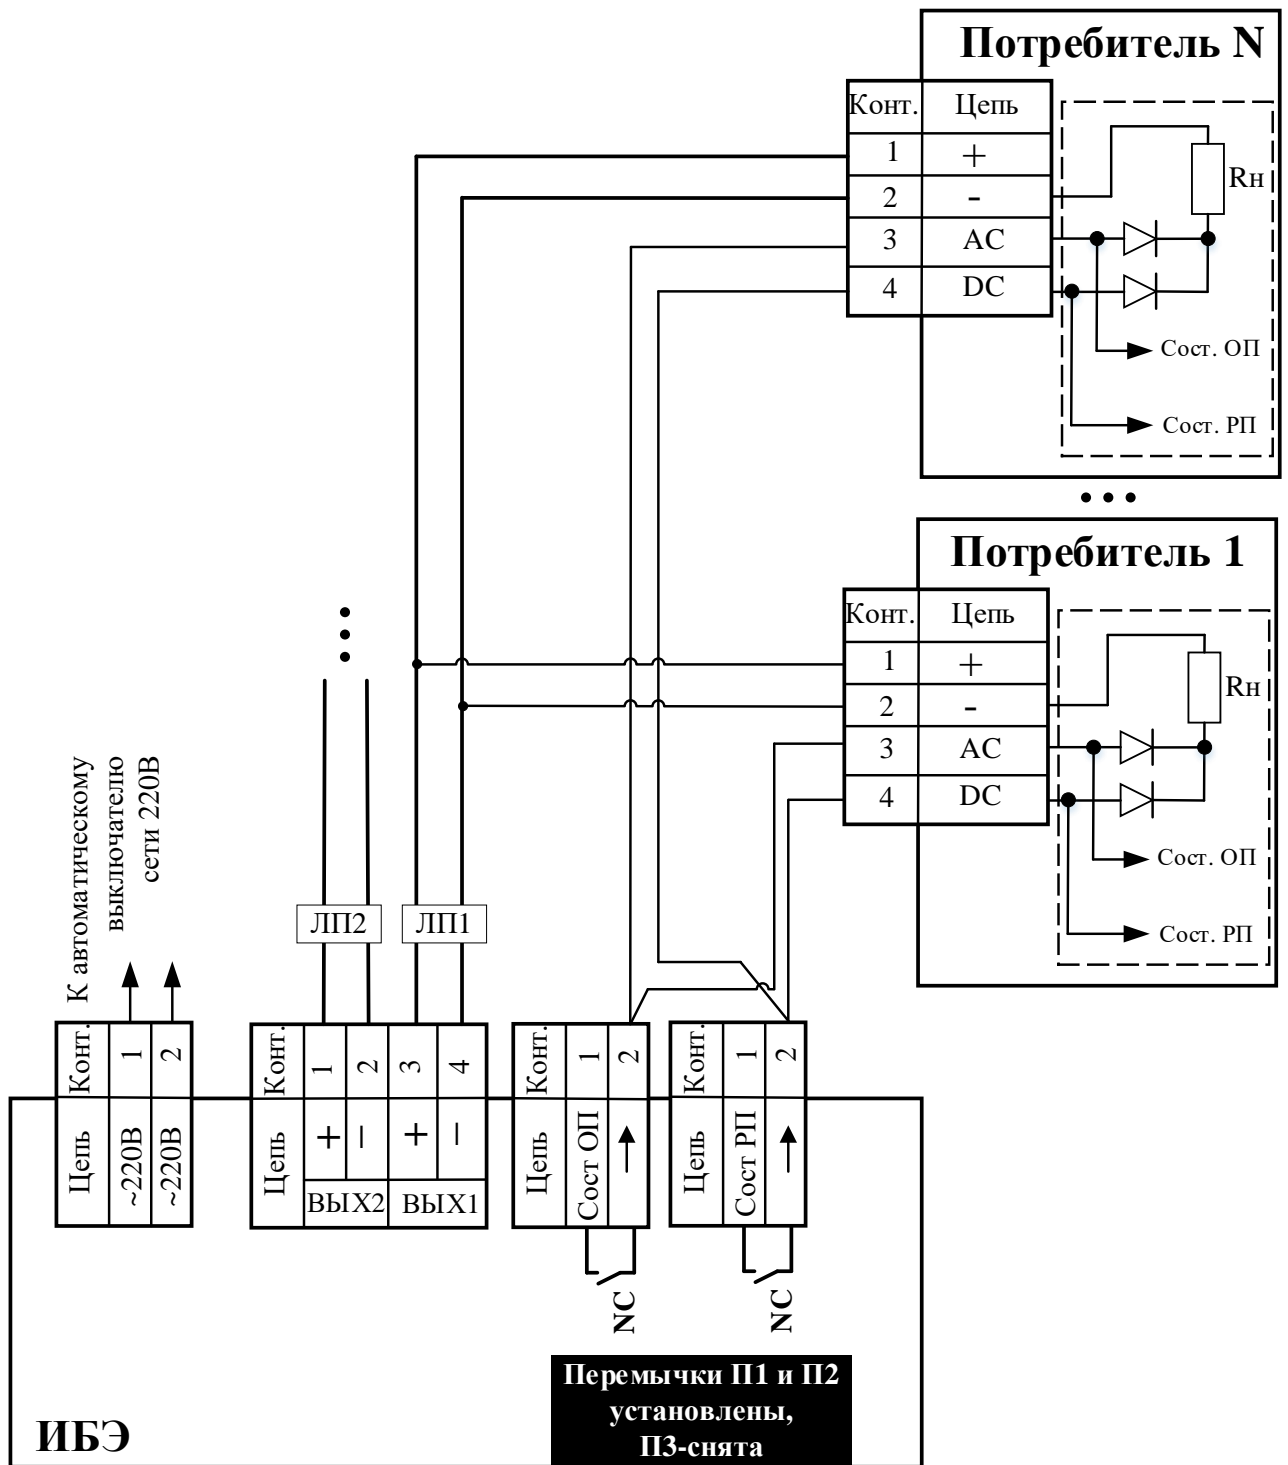

Рисунок 8
13. Схема подключений при удаленном размещении потребителей с контролем состояния ОП и РП посредством прокладки дополнительных кабельных пар и без использования входа контроля от ППК представлена на Рисунок 8. Запрещается соединять ЛП1 и ЛП2 между собой.